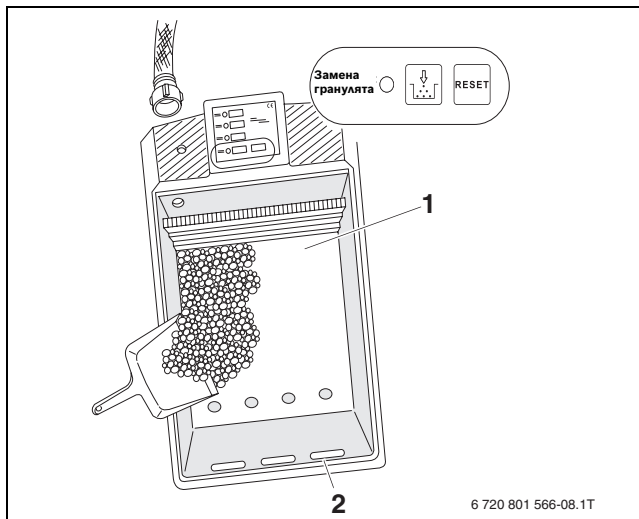

Рис. 8 Замена гранулята
Необходимый для нейтрализации гранулят нужно заменять с периодичностью, зависящей от режима эксплуатации котла. Необходимость смены гранулята показывает световой индикатор „Замена гранулята“ на системе управления (→ рис. 8). Используйте такую возможность для чистки всего устройства нейтрализации.
- ▶ Один раз коротко нажмите кнопку Reset. Насос откачивает остатки воды (→ рис. 8).
Следите, чтобы гранулят не попал в переливные отверстия (→ рис. 8, [2]).
- ▶ Очистите грязевую камеру (→ рис. 8, [1]).
- ▶ Нажмите и удерживайте нажатой кнопку Reset в течение примерно 5 секунд до тех пор, когда погаснет световой индикатор „Замена гранулята“ (→ рис. 8).